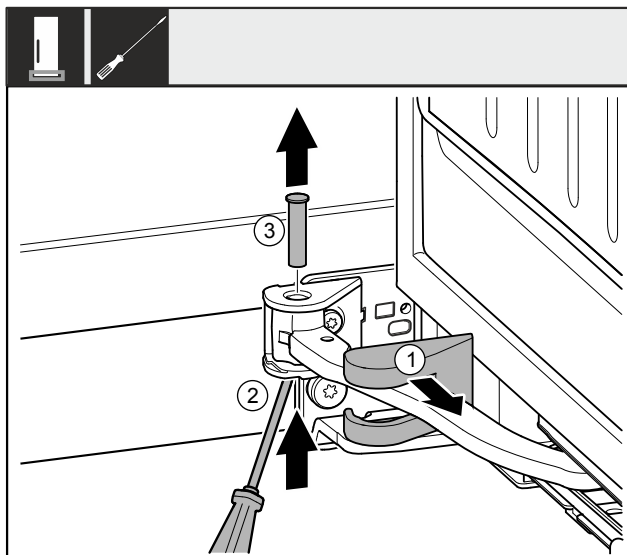

Fig. 10
- Rimuovere la copertura del blocco di supporto Fig. 10 (1) e spingerla lungo il giunto.
- Sollevare dal basso i perni Fig. 10 (2) con un cacciavite.
- Estrarre il perno Fig. 10 (3) dall'alto.